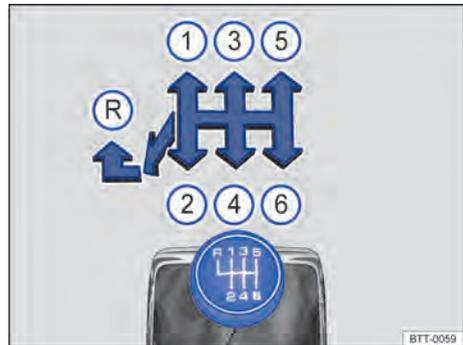

Fig. 95 Esquema de troca de marchas da transmissão manual de 6 marchas.
As posições de cada uma das marchas estão representadas na alavanca de troca de marcha → Fig. 95.
- Empurrar a alavanca de troca de marcha totalmente para a esquerda e depois para frente até a posição da marcha a ré → Fig. 95 (R).